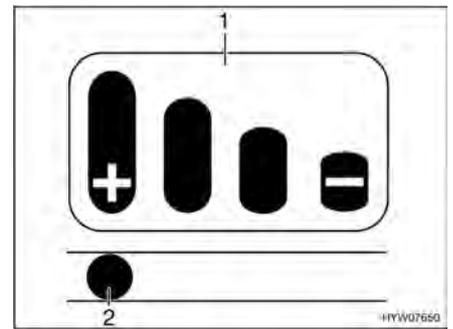

Fig. 198 Indicación del desgaste
En la palanca de acoplamiento se ha instalado una indicación del desgaste (Fig. 198) con un diagrama de barras (Fig. 198,1).
- Cuando el perno (Fig. 198,2) en el agujero oblongo se encuentra en la marca "+", los forros de fricción todavía se encontrarán en estado nuevo.